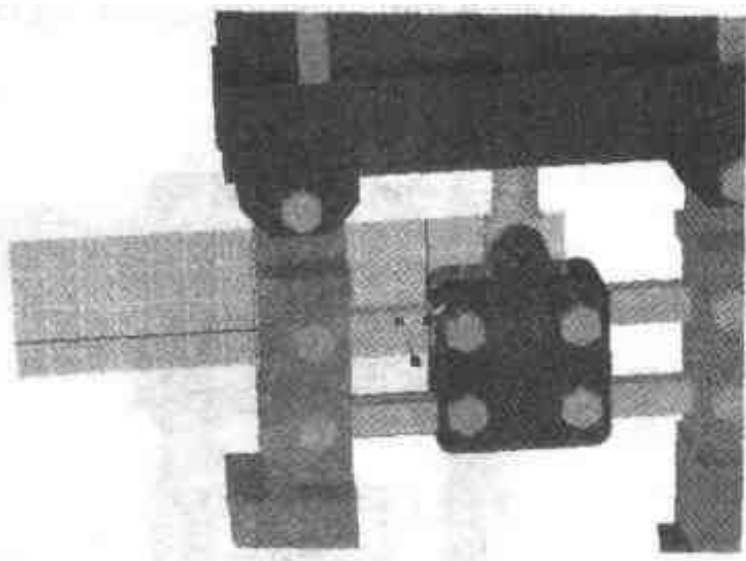

图 5.64 添加连杆的动画
- (1) 首先添加左上角的连杆的动画。在设计树中选择零件编辑状态下的连杆, 单击【智能动画】按钮, 弹出【智能动画向导】对话框。
- (2) 选择【移动】单选按钮后, 在下拉列表中选择 along length direction 选项, 将移动距离改为 5, 单击【完成】按钮, 结果如图 5.64 所示。